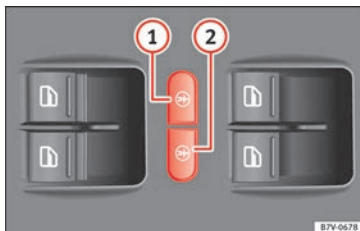

Abb. 51 In der Fahrertür: Tasten für die elektrische Kindersicherung.
Die elektrische Kindersicherung verhindert das Öffnen der Schiebetüren und der elektrischen Fensterheber in den Schiebetüren von innen, damit z. B. Kinder während der Fahrt nicht versehentlich eine Tür öffnen. Die linke Taste » » **Abb. 51** ① bzw. die rechte Taste ② schaltet die Kindersicherung hinten links bzw. rechts ein.
Einschalten:	Taste » » Abb. 51 ① oder ② drücken.